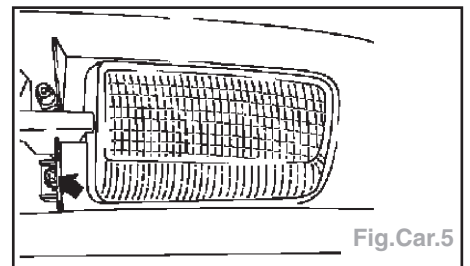

Fig.Car.5
- jusqu'à l'AM 2000 (Fig.Car.5),